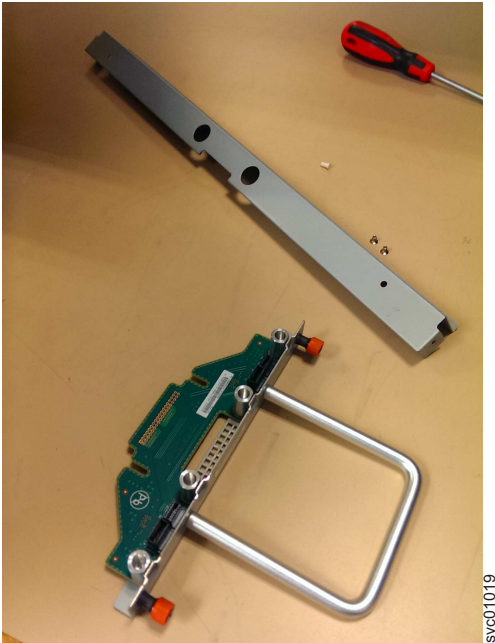

Figura 103. Peças da FIB para o chassi
1. Monte a nova FIB, a tampa e seus respectivos parafusos (mostrados em Figura 103 na página 103) em um local seguro.